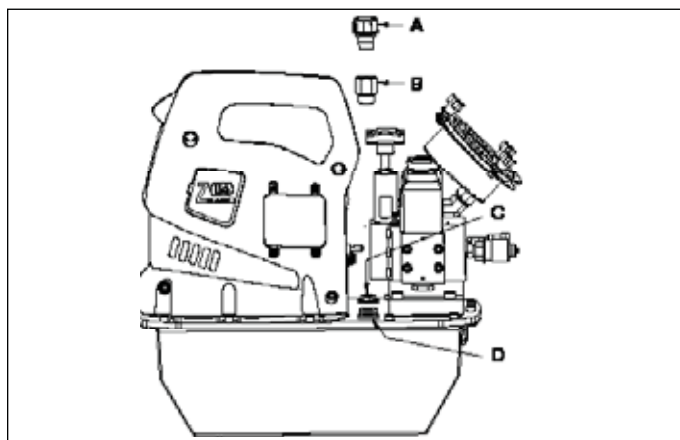
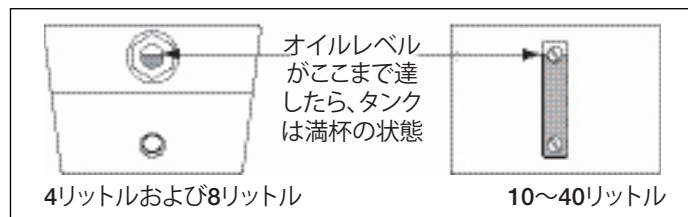

図2 ZU4 ブリーザの設置
図4 サイトガラス(覗き窓)
4.1 タンクブリーザキャップ (図2参照)
始動前にポンプのオイルレベルを確認し、必要に応じてカバープレートからSAE #10プラグを外してオイルを補給します(図2参照)。オイルレベルが図4の状態に達したら、タンクは満杯の状態です。
始動前にポンプのオイルレベルを確認し、必要に応じてポートプラグを外してオイルを補給します。図2および図4を参照してください。オイルをタンクに補給する前に、トルクレンチが完全に後退していることを必ず確認してください。
6. オイルタンクに新しいEnerpac油圧油を注入します。タンクは、オイルレベルが図4の状態に達したら一杯です。